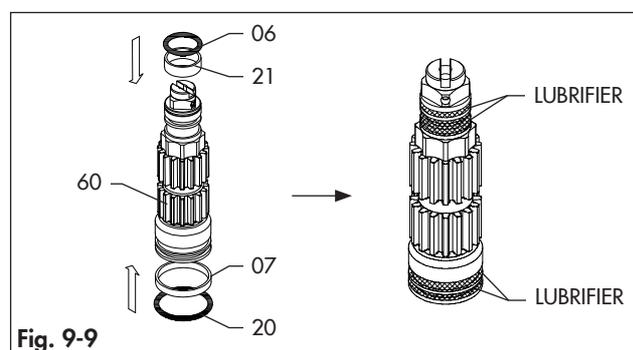
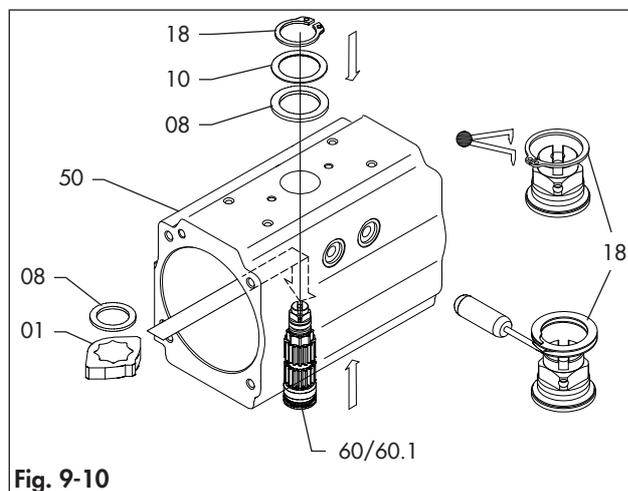
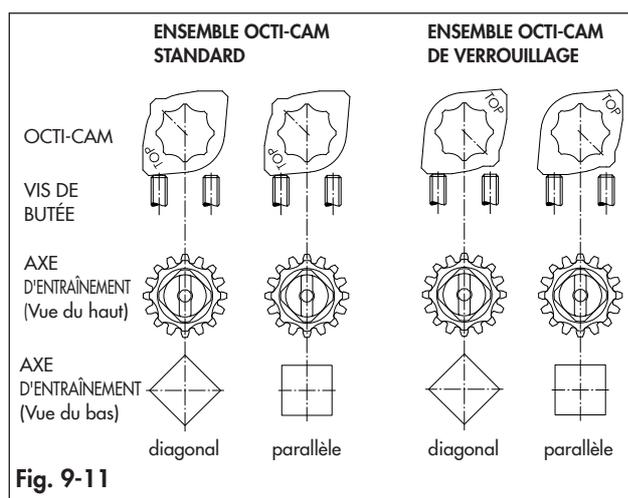

Fig. 9-9
Fig. 9-10
Fig. 9-11
Voir Fig. 9-1, Fig. 9-9, Fig. 9-10 et Fig. 9-11.
- Mettre en place le palier supérieur de l'axe d'entraînement (06) et le palier inférieur (07).
- Lubrifier et mettre en place le joint torique supérieur (21) et le joint torique inférieur (20) de l'axe d'entraînement.
- Lubrifier la surface extérieure des paliers et des joints toriques placés sur l'axe d'entraînement (60/60.1) conformément à la Fig. 9-9.
- Introduire partiellement l'axe d'entraînement (60/60.1) dans le corps (50). (Fig. 9-9)
- Placer l'octi-cam (01) en le faisant passer par le corps (50) sur l'axe d'entraînement (60/60.1). Se référer à la Fig. 9-11 pour positionner correctement l'octi-cam (01) en fonction de la configuration de l'ensemble actionneur.
- Mettre en place la rondelle de butée interne (08).
- Introduire complètement l'axe d'entraînement (60/60.1) dans le corps (50).
- Installer la rondelle de butée d'axe externe (08) et la rondelle d'appui (10).